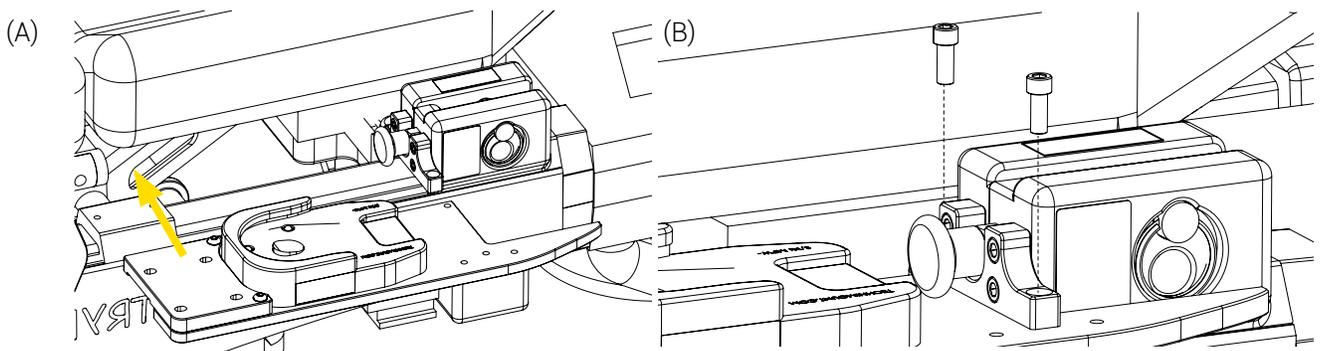

Figure 18: Installation de la plaque de support du IV Pro Adapter 2-SMDT
4. Glisser la plaque de support du IV Pro Adapter 2-SMDT sur la cuvière et sous le support en forme de U (Figure 18 A).
5. Terminer l'installation du support en forme de U à l'aide de deux (2) vis à tête cylindrique à six pans creux 1/4 -20 x 3/4 po et d'une clé Allen 3/16 po (Figure 18 B).